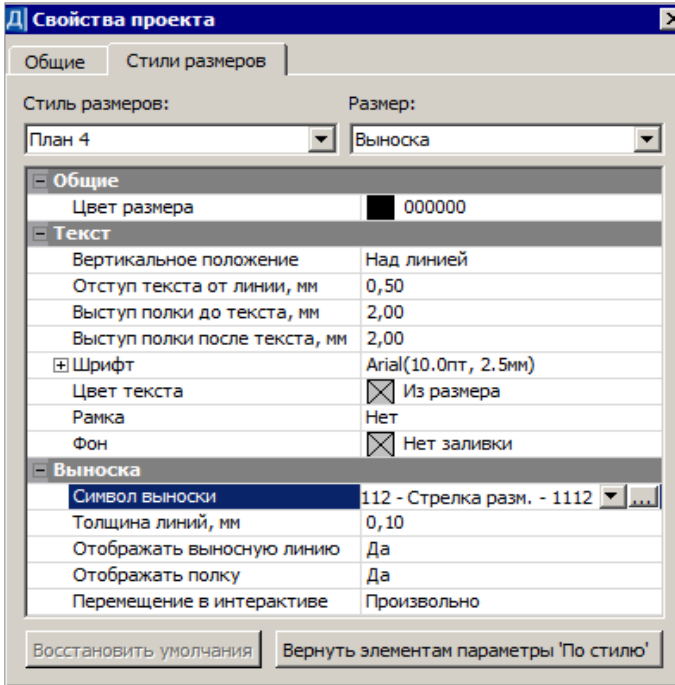

Рис. 28.16
- **Подпись на выноске.** Это размер, параметры которого заданы через стиль **План 4/ Выноска**. Их можно изменить при помощи команды **Свойства проекта** контекстного меню для проекта ОДД – вкладка **Стили размеров** (рис. 28.16).